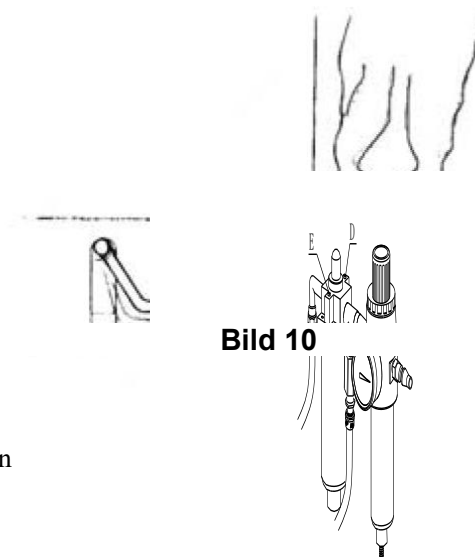

Bild 10
- a. Pressa påfyllningspedalen i mittenposition (position 1 i bild 10), det borde komma luft från påfyllningsändan
- b. Pressa påfyllningspedalen fullständigt ner (position 2 i bild 10), starkt luftutbrott borde uppstå från hål av fyra klämbäckar